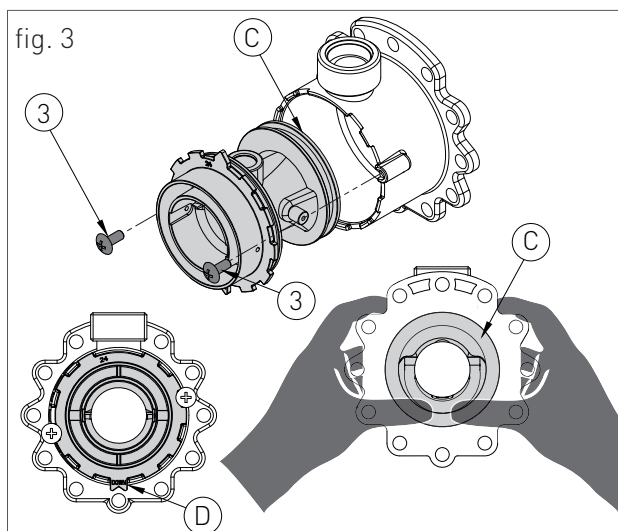

fig. 3
- › Scoateți cele două șuruburi „3” (fig.3) și apăsați pe partea din spate a venturii „C” (fig.3);
- › Înlocuiți venturiul corpului cu cel potrivit pentru tipul de gaz de alimentare (cod. 30-00207 pentru metan / cod. 30-00201 pentru GPL) și asigurați-vă că dinte „D” (fig.3) este reglat în jos pe piuliță cu inel din aluminiu (vezi fig.3);